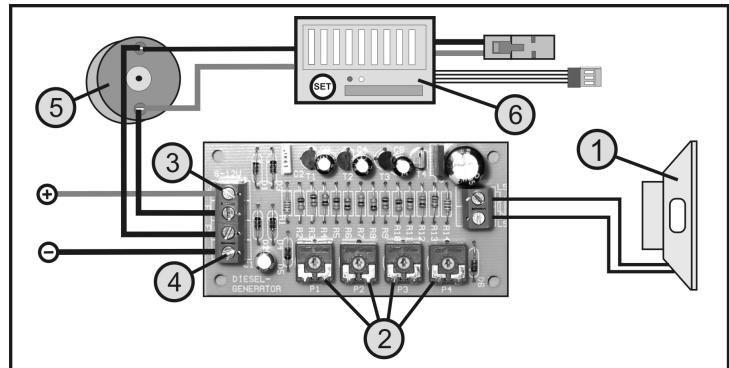

Bild 1
- Schließen Sie an der 2poligen Klemme „LS“ einen Miniurlautsprecher (siehe Bild 1, Pos. 1) an. Der Lautsprecher sollte eine Impedanz von 4 - 8 Ohm aufweisen.
- Stellen Sie mit einem geeigneten Schraubendreher die Schleifer der Einstellregler P1 - P4 (siehe Bild 1, Pos. 2) in die Mittelstellung. Verwenden Sie dazu einen Kunststoff-Einstellschraubendreher, um Kurzschlüsse zu vermeiden.
- Schließen Sie an den Klemmen „+“ (siehe Bild 1, Pos. 3) und „-“ (siehe Bild 1, Pos. 4) die Versorgungsspannung (6 - 12 V/DC) polungsrichtig an.
- Wenn das elektronische Fahrgeräusch geschwindigkeitsabhängig sein soll, müssen die beiden Klemmen „FS“ parallel zum Fahrmotor (siehe Bild 1, Pos. 5) angeschlossen werden. Auf eine bestimmte Polung der Motoranschlussleitungen ist dabei nicht zu achten.
Der Anschluss eines Fahrmotors ist nur dann möglich, wenn es sich bei dem Motor um einen Gleichstrommotor (Kollektormotor mit 2 Anchlusskabeln) mit entsprechendem Fahrregler (siehe Bild 1, Pos. 6) handelt.